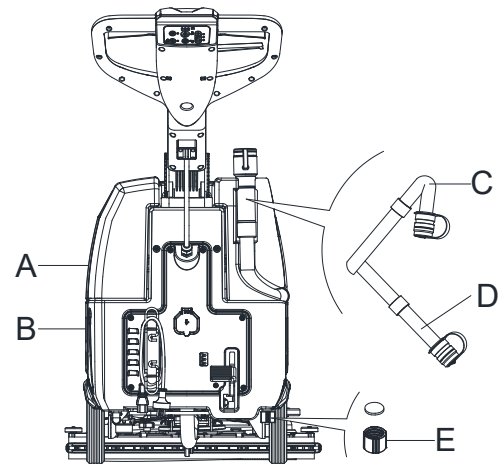

Abb. 11
Wenn Sie das Schmutzwasser entleeren muss der Saugschlauch für den Abfall (C, Abbildung 11) zusammengefasst und in eine niedrigere Position (D, Abbildung 11) abgesenkt sein. Öffnen Sie dann den Deckel der Saugschlauchs für den Abfall, um das Wasser abzulassen. Richten Sie den Abfluss des Vakuumrohrs nicht nach oben, um das Wasser vertikal abtropfen zu lassen. Dadurch wird vermieden, dass Schmutzwasser auf den Gerätebediener geschüttet wird.
8. Leeren Sie den Lösungsmitteltank durch die Ablassabdeckung (, Abbildung 11). Nach der Beendigung spülen Sie den Behälter gründlich mit klarem Wasser aus.
2. Leeren Sie die Tanks (A und B, Abbildung 11) entsprechend den Anweisungen im vorherigen Absatz.